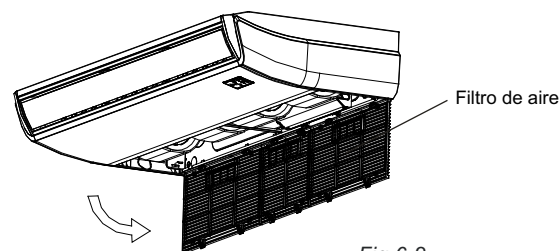

Fig. 6-2
- Extraer el filtro de aire (ver Fig. 6-2)
- Re-instalar el filtro de aire en la posición inversa (ver Fig. 6-2).